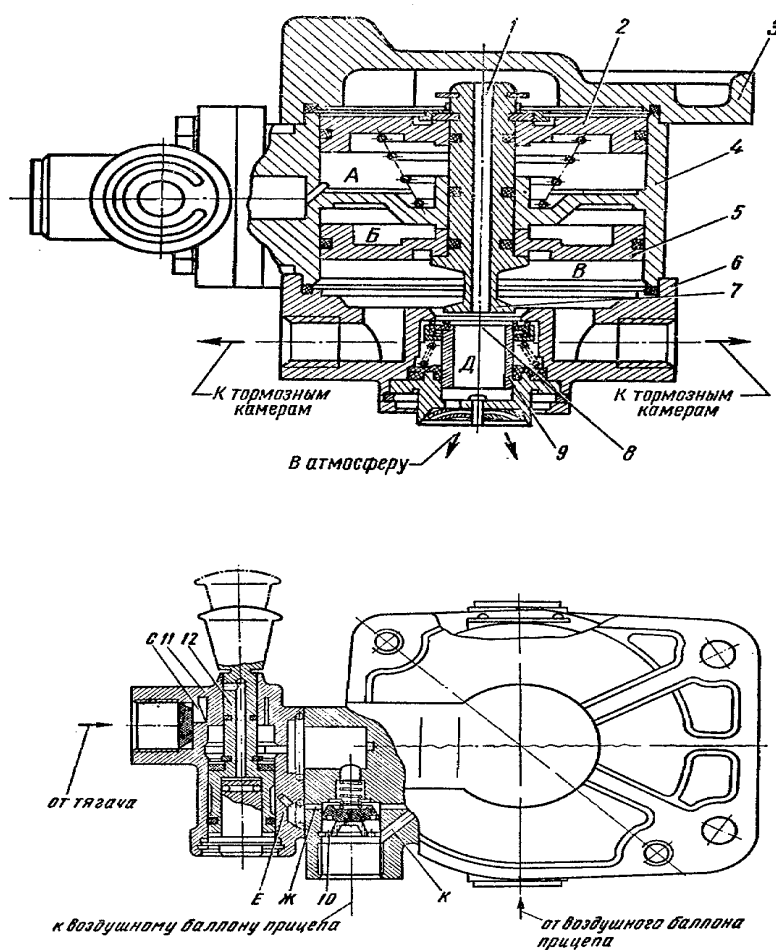

Рис. 10. Воздухораспределитель:
4.6.1. Воздухораспределитель (рис.10) состоит из корпуса 4 с перегородкой и двух крышек 3 и 6. Внутри корпуса 4 расположен следящий механизм, состоящий из штока 1, проходящего через отверстие в перегородке и связанного с двумя поршнями 2 и 5. Шток выступает за нижний поршень 5 и имеет на торце выступающей части тарелку 7.
4.6.2. Кран растормаживания (см. рис.10) крепится к воздухораспределителю и предназначен для растормаживания прицепа в отцепленном состоянии.